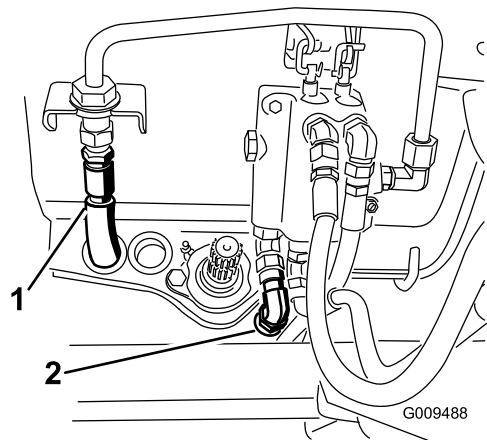

Figura 51
15. Conecte la manguera de presión hidráulica al tubo rígido de la válvula, y conecte la manguera del depósito a la válvula (Figura 51).